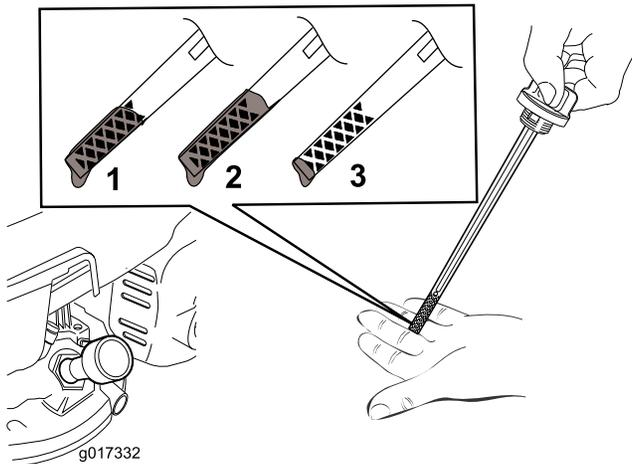

Figure 20
**Remarque:** Versez de l'huile dans le carter moteur jusqu'à ce que la jauge indique le niveau correct, comme montré à la (Figure 20). Si vous remplissez excessivement le carter moteur, vidangez l'excédent d'huile comme expliqué sous 5.